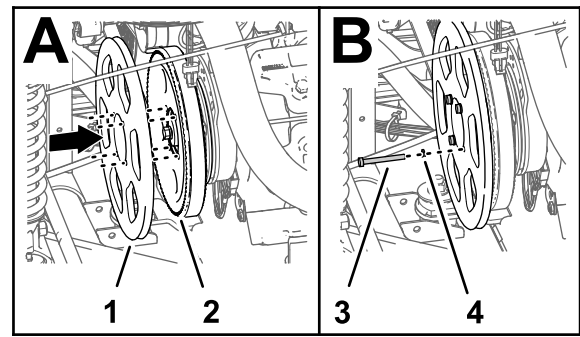

Figura 180
4. Alinee los orificios de la polea del alternador (kit) con los orificios de la polea de la bomba de fumigación (Figura 180).